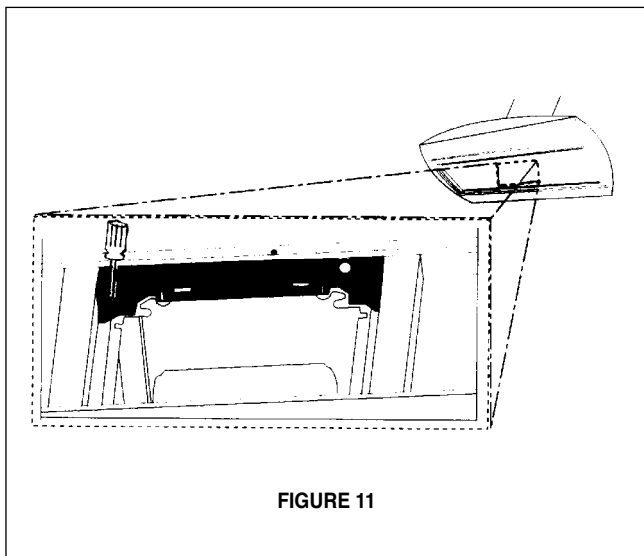

FIGURE 11
5. Enlever l'étrier supérieur et inférieur de protection en dévissant les vis (**FIGURE 11**).